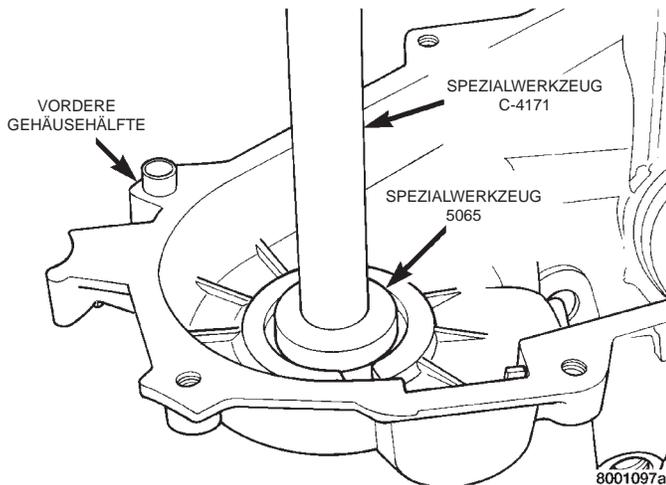

Abb. 42 Vorderes Abtriebswellenlager ausbauen
(3) Das Lager mit Griffstück C-4171 und Spezialwerkzeug 5065 ausbauen (Abb. 42).